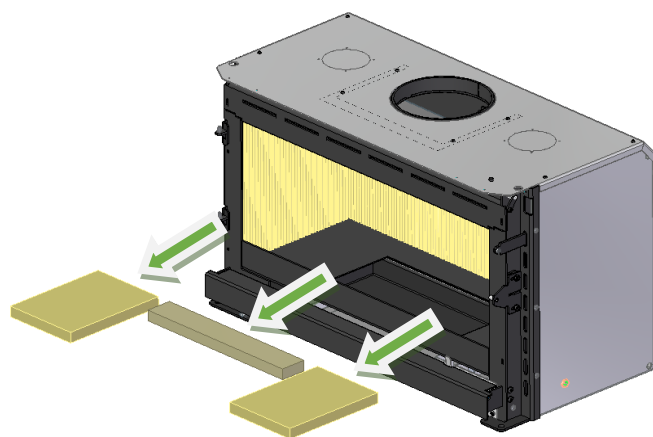

Figure 38 – Démontage du fond de vermiculite
2. Retirez les 3 morceaux de vermiculite du fond en les déplaçant vers le haut et en les retirant de l'équipement, Figure 38.